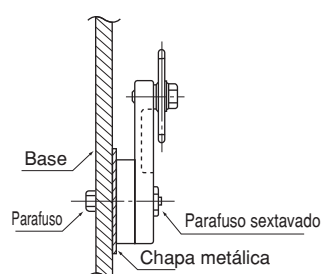

Fig. 4 Torque do tensionador
- 6) Empurre a corrente no tensionador e aperte temporariamente o tensionador na base com um parafuso. (Fig. 4) Em seguida, aperte o parafuso sextavado e o apoio para que o ângulo de rotação seja de aproximadamente 15°.